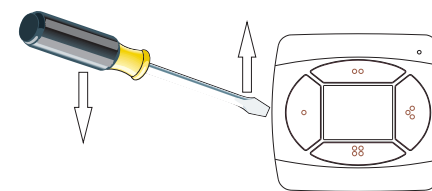

Fig. 3
- 2) enlever la batterie en faisant levier avec la pointe du tournevis sur la niche au demi-cercle présent sur le périmètre du creux porte batterie (Fig. 3).
1. Öffnen Sie den Wandfunktaster mit einem Schraubenzieher, wie in Abb.3 beschrieben.
- 2) remover la batería haciendo palanca con la punta del destornillador sobre el nicho a semicírculo presente sobre el perímetro de la cavidad lleva batería (Fig. 3).